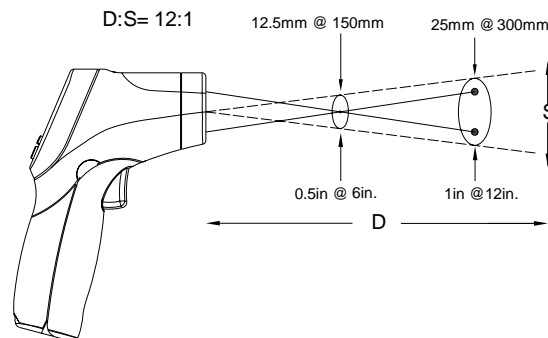

Abb. 1
Mit zunehmender Distanz (D) vom Objekt wächst die Größe des vom Gerät gemessenen Erfassungsbereichs (S). Siehe: **Abb. 1**.